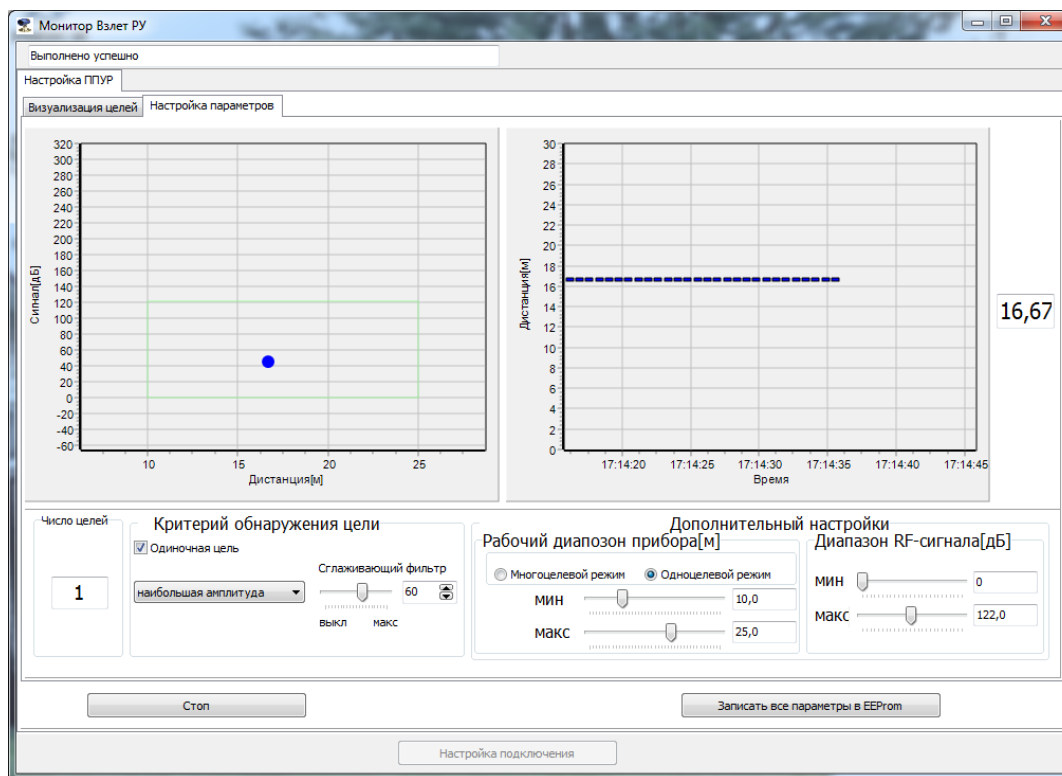

Рис.26. Окно «Настройка параметров».
5.7.5. Переход к настройке ППУР производится щелчком «мышки» по вкладке «Настройка параметров» в командной строке. Открывается окно, приведенное на рис.26: